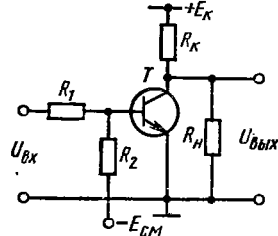

Рис. 8.4
8.6. Определить сопротивления резисторов R_1, R_2, R_k транзисторного ключа, изображенного на рис. 8.4. Исходные данные: тип транзистора МП41А, напряжение питания $E_k = 10$ В, амплитуда входного и выходного сигналов соответственно $U_{вх} = 3$ В, $U_{вых} \geq 8$ В, сопротивление резистора нагрузки $R_n = 3$ кОм, степень насыщения транзистора $S = 3$, температура окружающей среды $t = 20 \div 60$ °С. Сопротивлением источника входного сигнала R_r можно пренебречь.